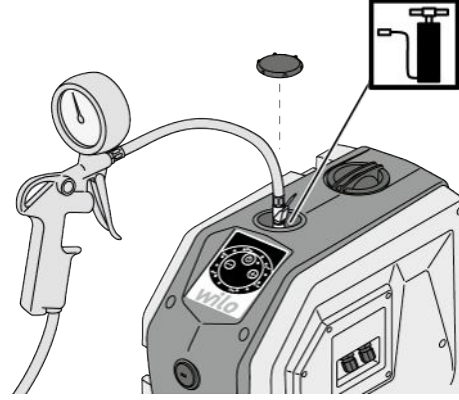
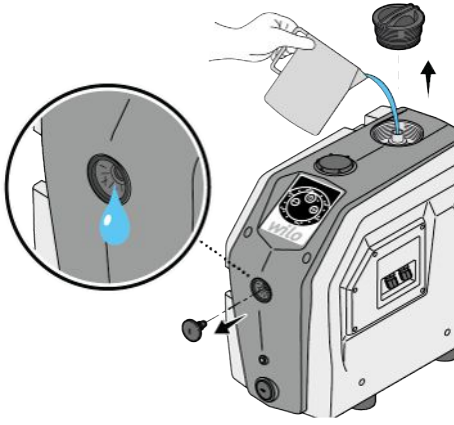

Fig. 7: Diyaframlı genişleme tankının doldurulması
Fig. 10: Doldurma
- Emme ve basınç tarafındaki sürgülü vanaları (Fig. 7 - Poz. 1, 2) kapatın.
1. Ürün emme işletiminde kurulu ise (Fig. 7), "+" ve "-" kumanda tuşlarını aynı anda 5 saniye basılı tutun (Fig. 10).